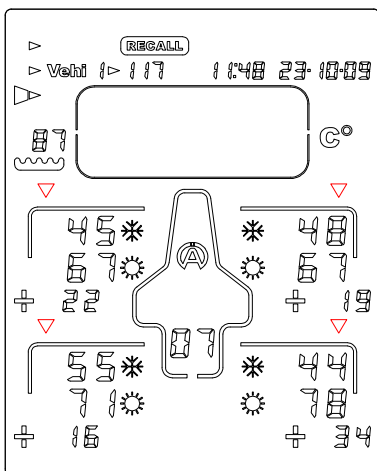

Figura 11
- 5) Pressione o botão  ou : o Tyrecontrol apresenta a 2ª fase de dados, isto é, as temperaturas exteriores dos pneus, antes  e depois da  corrida + os desvios (figura 11).